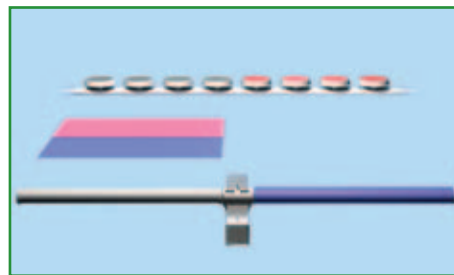

Рис.1 Сравнение дисковых аэраторов и аэраторов OTT MAGNUM по площади поверхности мембран
- активная площадь поверхности мембраны (рис. 1);